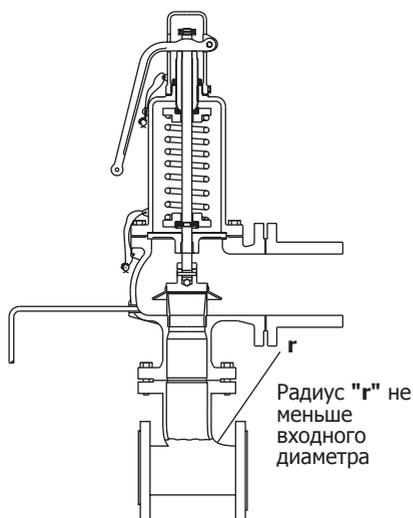

Рис. 9
- 6.4** Диаметр трубопровода на входе не должен быть меньше DN входа клапана. (см. рис. 9 и 10).
Организация входного трубопровода показана на рис. 9 и 10.